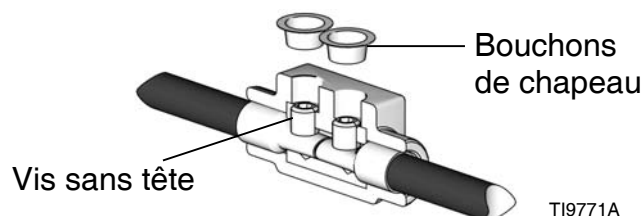

FIG. 10
REMARQUE : Lorsque les vis sans tête sont serrées à un couple de 6,78 N•m (60 po.-lb), elles sont quasiment encastrées dans le connecteur. Voir la FIG. 10.
- f. Introduire les bouchons de chapeau dans les vis sans tête. Voir la FIG. 10.